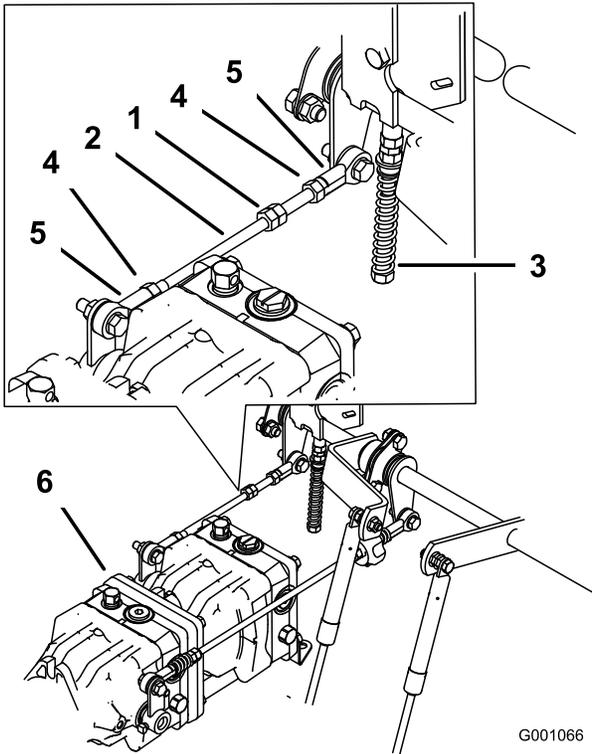

Figura 103
1. Allentare i dadi di bloccaggio ai giunti a sfera dell'asta di comando della pompa (Figura 103).
3. Regolare la lunghezza dell'asta della pompa facendo girare nella direzione opportuna i due dadi sull'asta, finché la ruota si ferma o si sposta leggermente indietro (Figura 103).
6. Serrate i dadi di bloccaggio dei giunti a sfera (Figura 103).